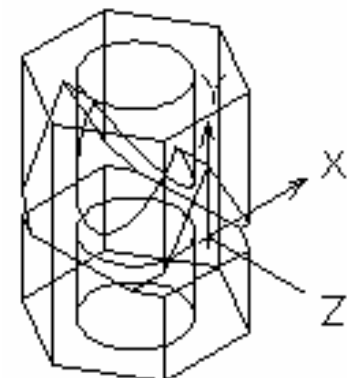

Рис. 5.46
- b) в **Главном виде** и к **виду Сверху** (с окончанием **–VIS**, **–HID**) – рис. 5.46.